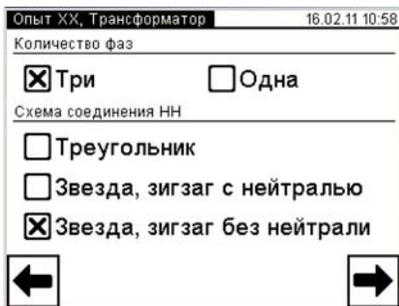

Рисунок 6.28
- 5) Выбрать вариант соединения обмоток НН проверяемого трансформатора, для чего нажать в поле "Звезда или зигзаг без нейтрали" в подразделе "Схема соединения НН" в окне "Опыт XX. Трансформатор" (рисунок 6.28).